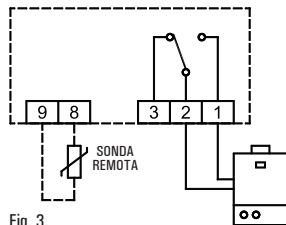
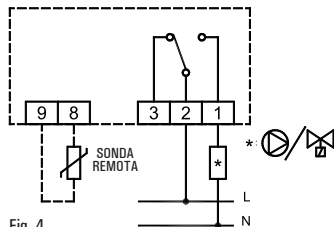

Fig. 3.
Fig. 4.
- Eseguire i collegamenti elettrici seguendo lo schema di collegamento di Fig. 3 e Fig. 4.
Inserire le pile rispettando le polarità indicate nell'apposito vano (Fig. 4) ed eseguire l'operazione di reset agendo con un oggetto appuntito attraverso l'apposito foro (L di Fig. 4). **NON USARE AGHI.**
'OK': Programmazione/Ora/Conferma (I di Fig. 4);
'▲': Avanti (G di Fig. 4);
'▼': Indietro (H di Fig. 4);